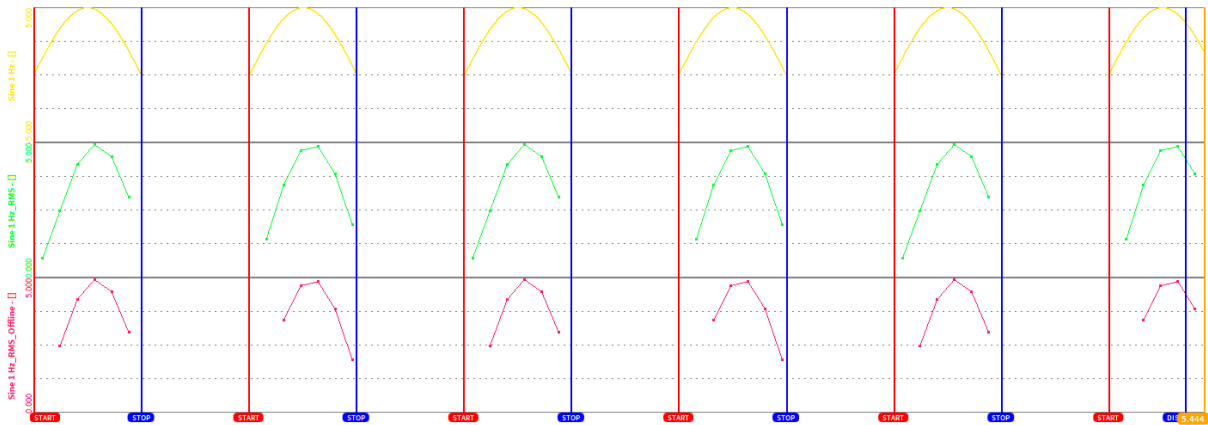

Fig. 7.177: イベントベースの波形記録の場合における、オフラインとオンラインの **Statistics** チャンネルの偏差
- オフラインの **Statistics** チャンネルは、オンラインの **Statistics** チャンネルと異なる場合があります。たとえば、ファイルの開始時やイベントベースの波形記録の場合です（「Triggered Events」を参照）。図 *Triggered Events*). In the example displayed in Fig. 7.177 に表示されている例では、緑色のチャンネルは黄色のアナログチャンネルに適用されたオンライン計算の **Statistics** チャンネルであり、赤色のチャンネルは同じチャンネル設定で黄色のアナログチャンネルに適用されたオフライン計算の **Statistics** チャンネルです。緑チャンネルと赤チャンネルの偏差は、オンライン計算中にフルアナログデータが利用可能であることによるものです。オフライン計算中は、イベントベースで記録されたアナログデータのみが利用可能です。